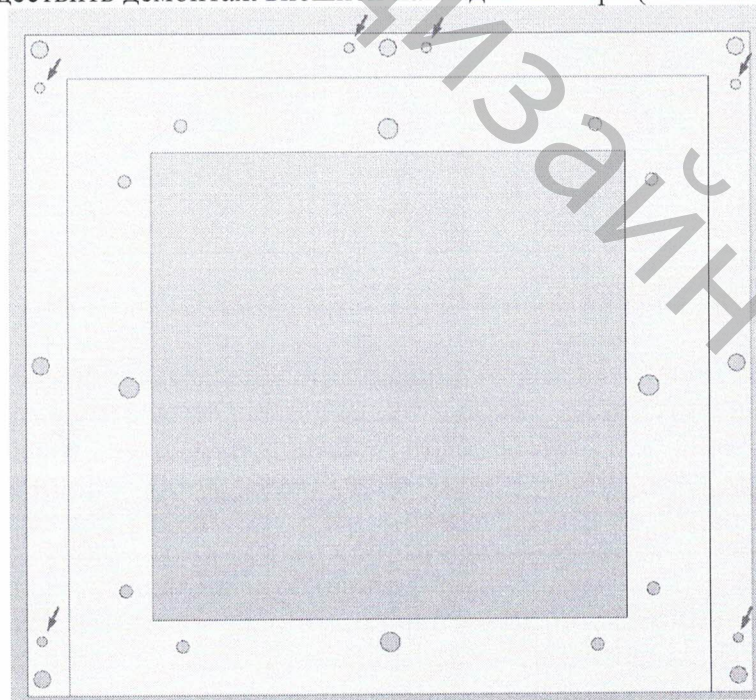

Рис. 4. Внешняя накладка шибера. Стрелками указаны места откручивания/закручивания винтов.
- 2) Осуществить демонтаж внешней накладки шибера (6 винтов) (см. рис. 4).